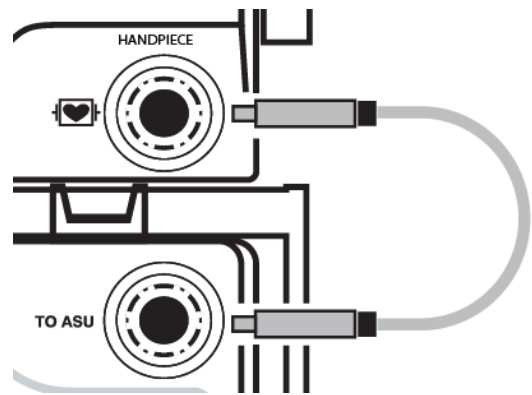

Figura 6: Lidhja e kabllos së ndërfaqes RF (panelet e përparme të ASU/ASB)
5. Lidhni të dy konektorët në folët e dorezës në panelet e përparme të ASU dhe ASB derisa të dëgjohet një kërcitje: konektorët janë të koduar për orientim (referojuni **Figura 6**).